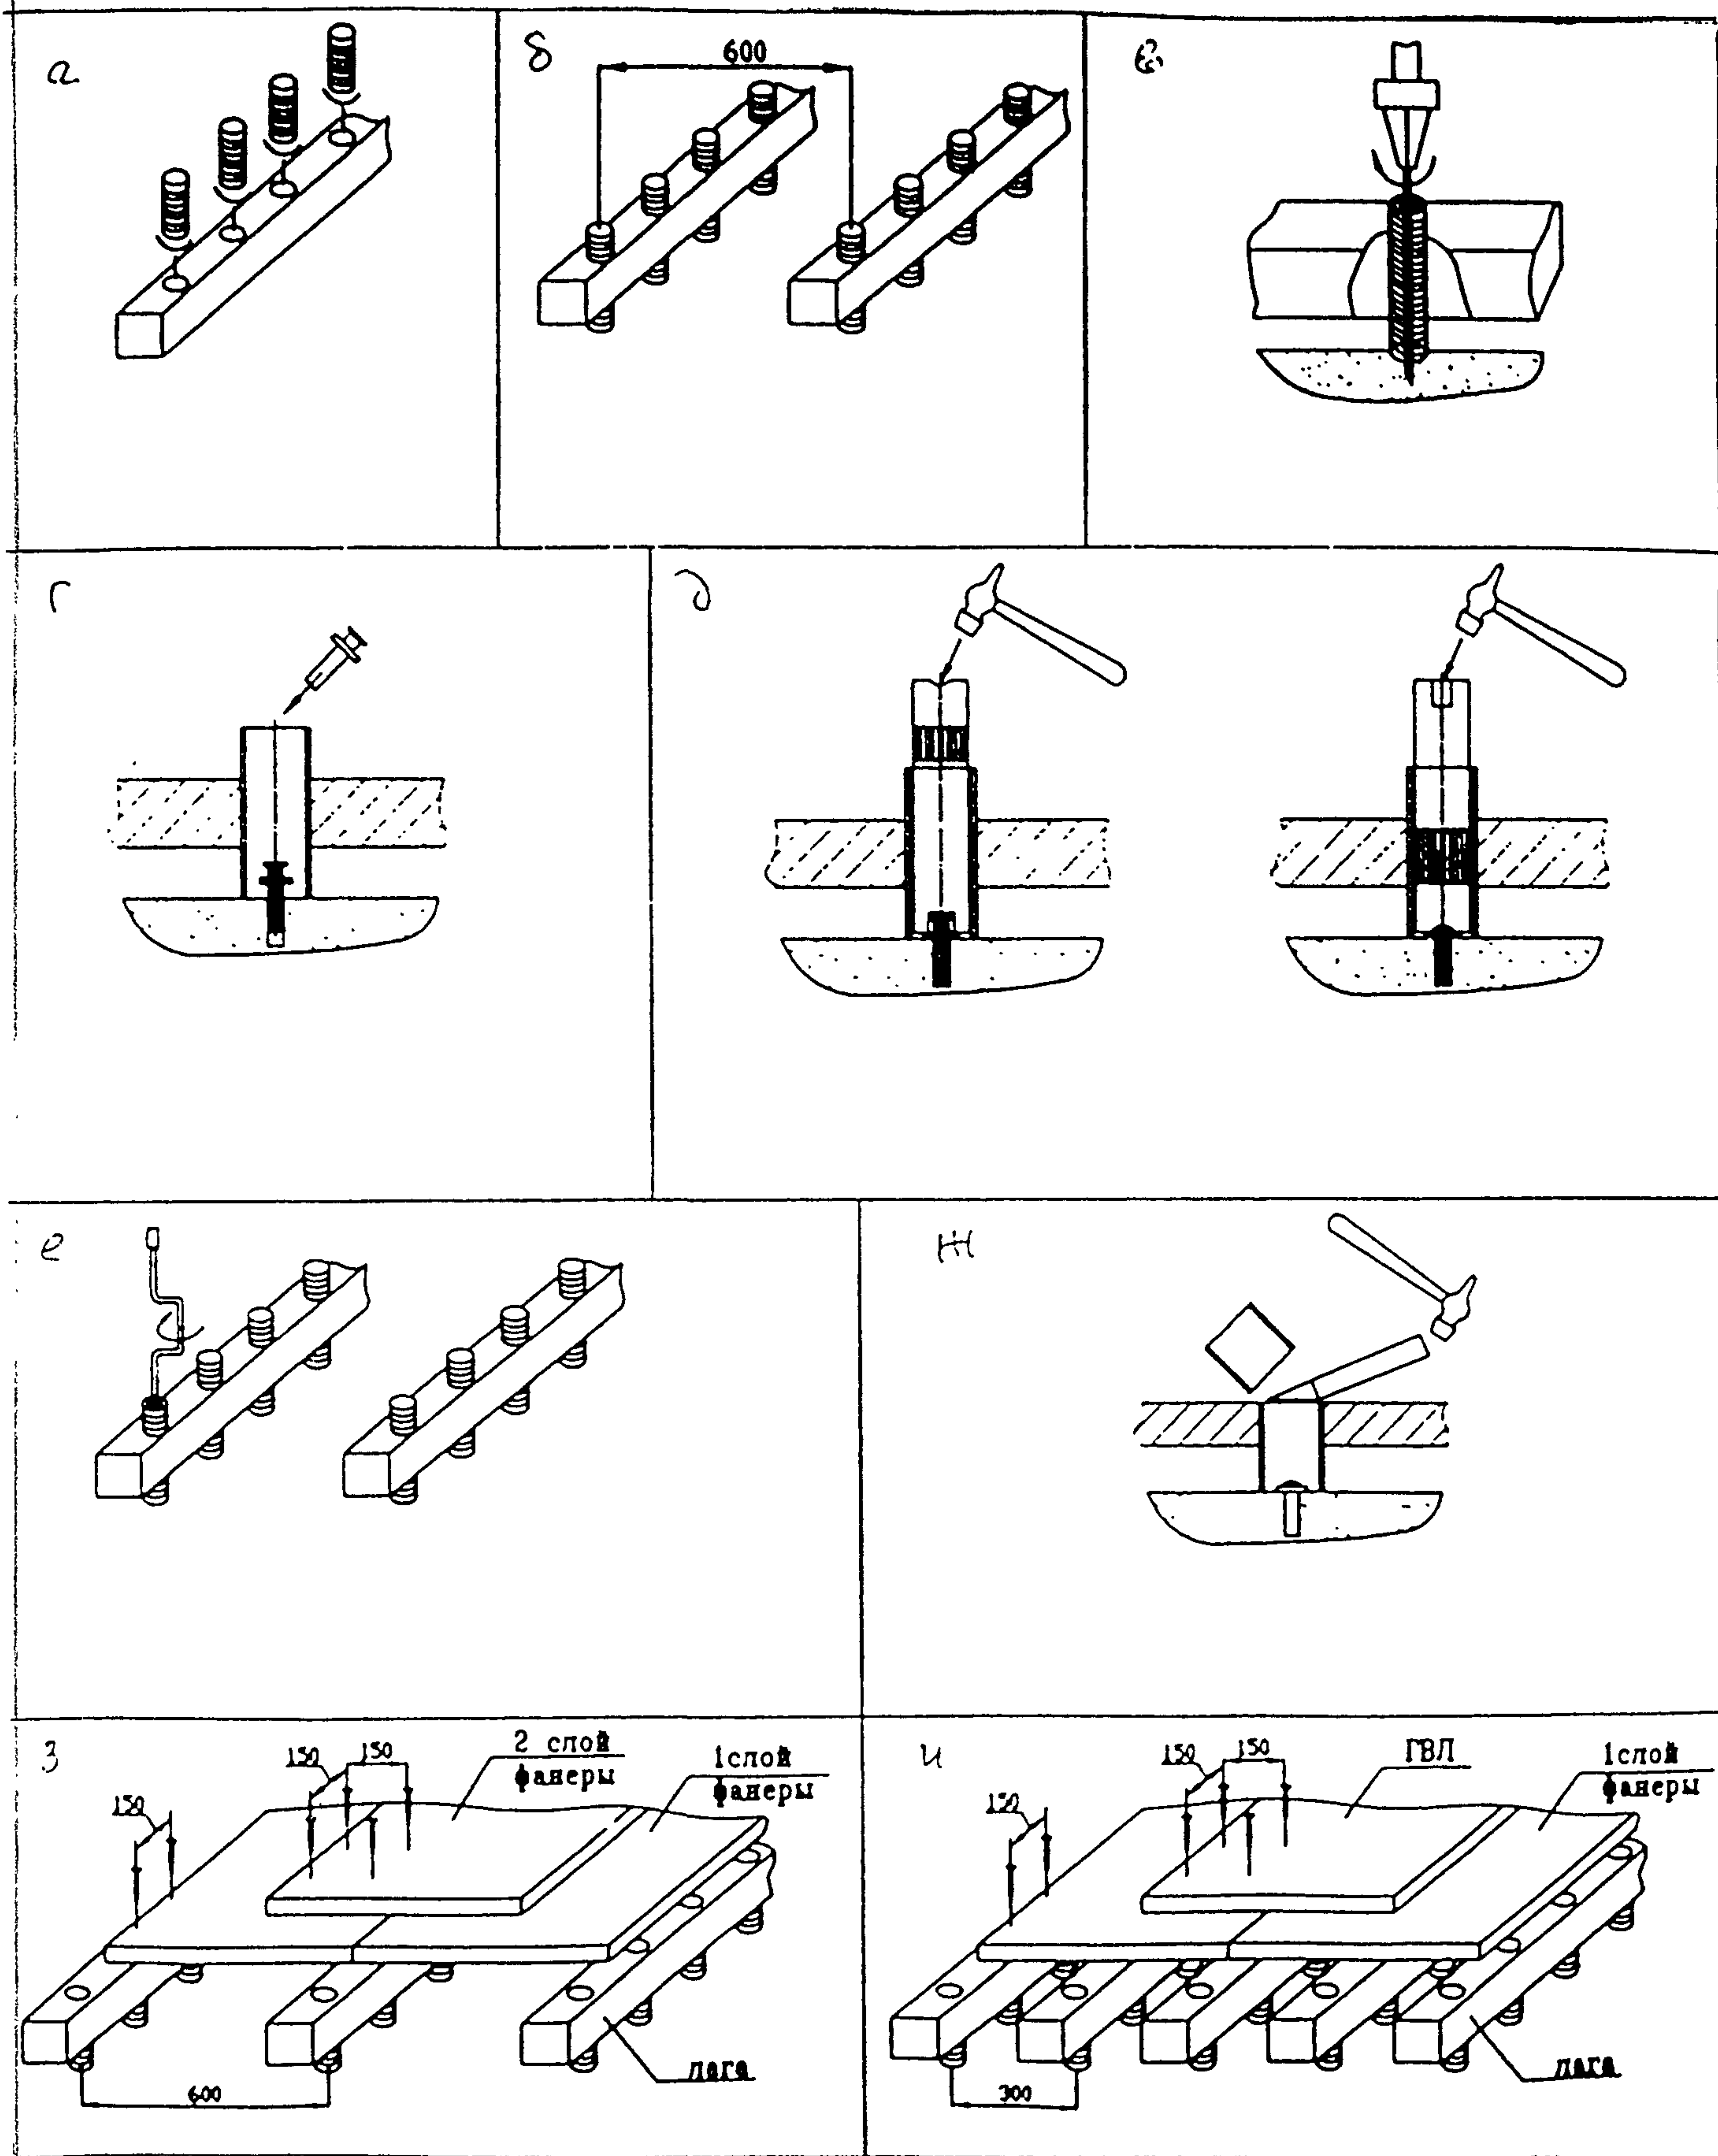

Рис. 2 Последовательность операций при установке регулируемых лаг и закрепления к ним сборной стяжки
**5.48** При значительных неровностях подстилающего слоя возможно выполнение сборной стяжки из фанеры по регулируемым лагам со сквозными резьбовыми отверстиями (рис. 2).
**5.50** Перед установкой в отверстия лаг ввинчиваются пластиковые болт-стойки, на которые опираются лаги (рис. 2а).
**5.51** Лаги устанавливаются на перекрытии с шагом 375 мм, после чего через болты-стойки в перекрытии засверливаются отверстия (рис. 2б, в).
**5.52** В болт-стойку помещают дюбель-гвоздь, который на неполную глубину забивают с помощью дробника в отверстие, выполненное в перекрытии (рис. 2г, д).
**5.53** С помощью завинчивающего инструмента регулируют необходимое положение лаг по уровню (рис. 2е) и окончательно закрепляют лаги к перекрытию с помощью дюбель-гвоздя, после чего выступающие части болтов-стоек срезают с помощью стамески (рис. 2ж).
**5.54** На установленные таким образом лаги укладывают сборную стяжку из двух слоёв фанеры толщиной по 10 мм, закрепляя их с шагом 150 мм саморезами. При этом второй лист фанеры должен перекрывать стыки нижнего слоя (рис. 2з).